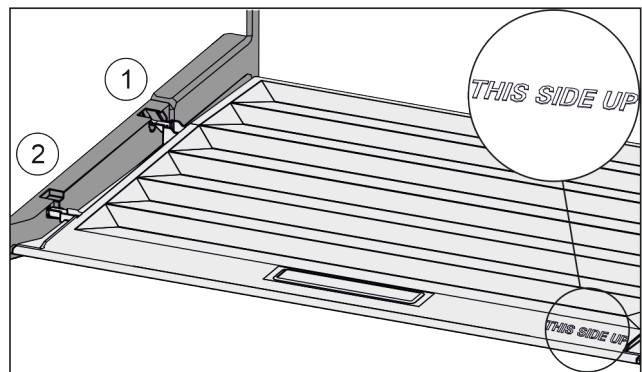

Fig. 29
- ▶ Deckelstege über Öffnung der hinteren Halterung Fig. 29 (1) einführen und vorne in Halterung Fig. 29 (2) einrasten.